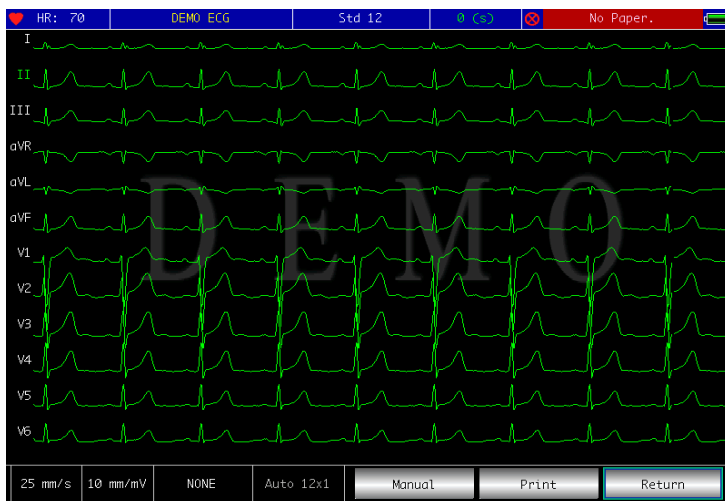

Figura 6-2 Aviso de falta de papel
6.1.2 Se o papel de gravação acabar durante a gravação, o dispositivo interromperá a impressão automaticamente e a tela exibirá uma solicitação de falta de papel, como mostra a Figura 6-2.